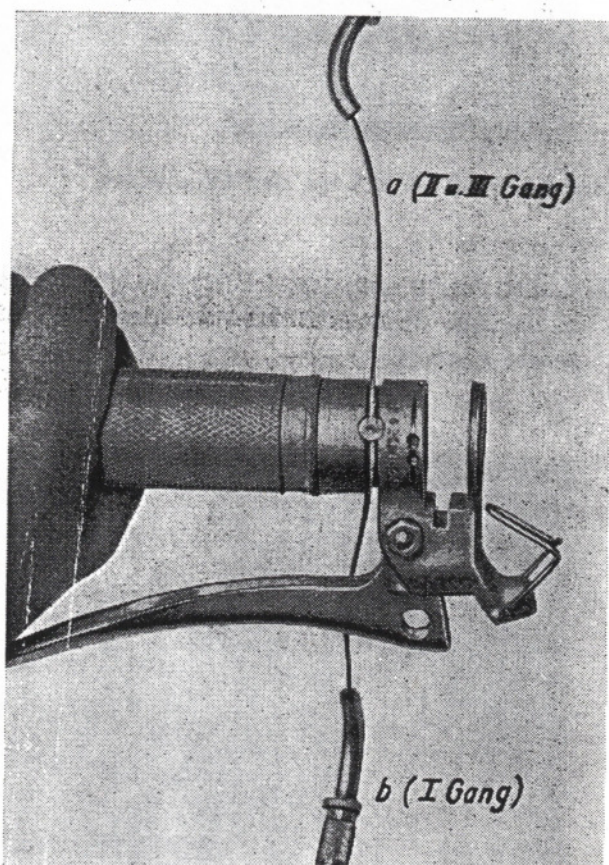

Abb. 80 Schaltseil richtig in das Griffrohr eingelegt VI/56/2085
10. Griffrohr so in die linke Hand nehmen, daß der Kupplungshebel nach unten zeigt (siehe auch Abb. 80).
11. Den Seilnippel, der zwischen beiden Bowdenzughüllen angebracht ist, fest in die Bohrung eindrücken, aber nicht verkanten. Dabei darauf achten, daß das kürzere Seilende „a“ Abb. 80 (2. und 3. Gang) nach oben und das längere Seilende „b“ (1. Gang) nach unten zeigt.
Die Seile dürfen sich in der Nut des Griffrohres nicht kreuzen. (Siehe auch Abb. 80)